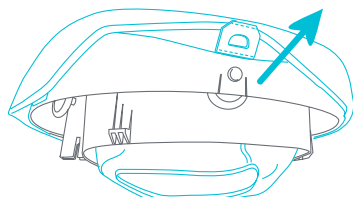

Fig. 7a
- 7 • Para extraer la tela del asiento para acondicionarla, retire todas las hebillas de la lengüeta en la base del asiento (Fig. 7a).